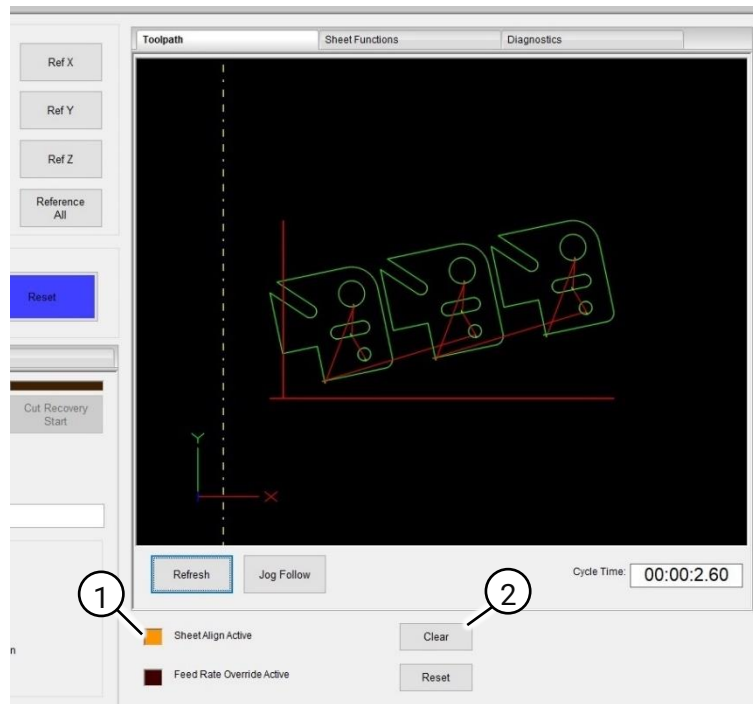

Fig. 88 'Sheet Align Active'
- 2.7 De verklikkerlamp 'Sheet Align Active' (Fig. 88 (1)) knippert oranje om aan te geven dat het systeem bezig is de uitlijning van het plaatmateriaal aan te passen.
2.8 Met de knop 'Clear' (Fig. 88 (2)) maakt u de aanpassing van de uitlijning van het plaatmateriaal ongedaan. De uitlijning van het plaatmateriaal blijft gehandhaafd tot deze wordt geannuleerd.